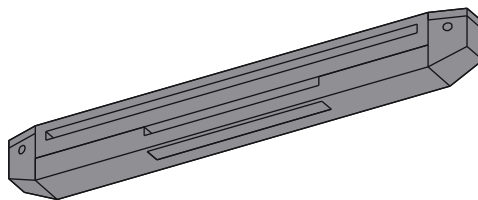

fig. 18.11
- L'**entrée d'air hygro-réglable** équipée d'un dispositif qui règle automatiquement le débit d'air en fonction du taux d'humidité de la pièce principale où l'entrée d'air est installée. La quantité d'air admise croît avec l'humidité ambiante (fig. 18.11).